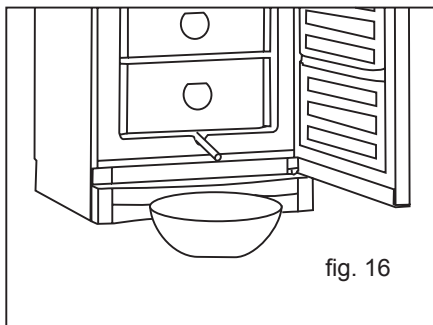

fig. 16
3. Sortir la gouttière d'évacuation d'eau qui se trouve dans la partie inférieure de l'appareil et placer un récipient en dessous (fig. 16). Si la gouttière d'évacuation d'eau est gelée, tremper un chiffon dans l'eau chaude et le placer quelques minutes sur la gouttière.